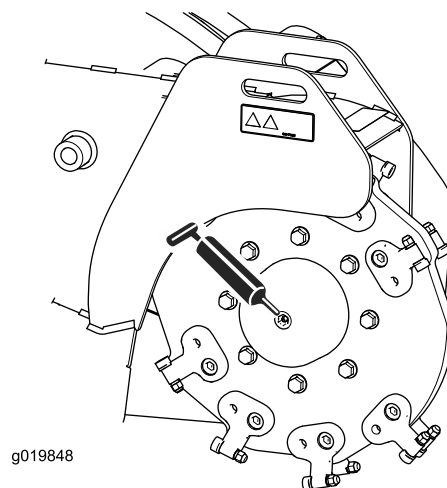
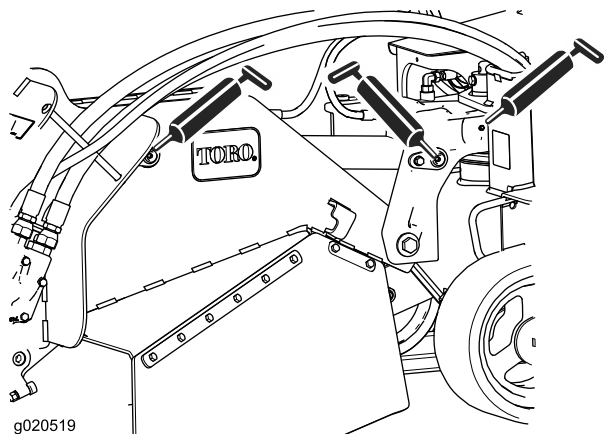

図 27
図 29
4. ニップルにグリスガン进行接続する 図 27-図 29。